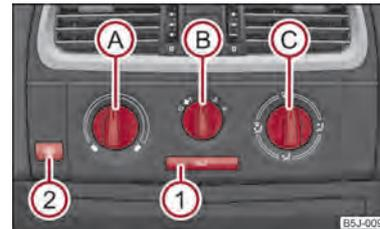

Abb. 78 Heizung: Bedienelemente
Die Luftzufuhr für die einzelnen Düsen stellen Sie mit dem Luftverteilungsregler \odot ein ⇒ Abb. 78. Die Luftaustrittsdüsen 3 und 4 können einzeln geschlossen und geöffnet werden.
- Drehen Sie den Drehregler \odot ⇒ Abb. 78 nach rechts, um die Temperatur zu erhöhen.
- Bedienelemente **A**, **B**, **C** und die Taste **1** ⇒ Abb. 78.
- Drücken Sie die Taste **1** ⇒ Abb. 78, in der Taste leuchtet die Kontrollleuchte auf.
Wenn der Luftverteilungsregler **C** in der Position **1** ⇒ Abb. 78 steht, wird der Umluftbetrieb automatisch ausgeschaltet. Durch wiederholtes Drücken der Taste **1** können Sie auch in dieser Stellung den Umluftbetrieb wieder einschalten.